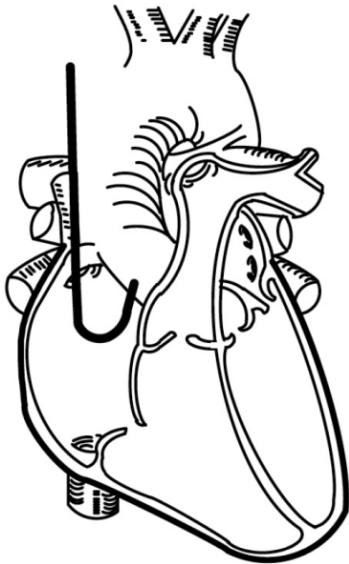

図8. 心房留置
4. リード先端と心内膜の間で接触するよう、静脈のエントリサイトでリード／スタイレットの組み合わせをゆっくり引く。適切な位置ではリード先端が心房の心内膜に相対する(「図8 心房留置」)。